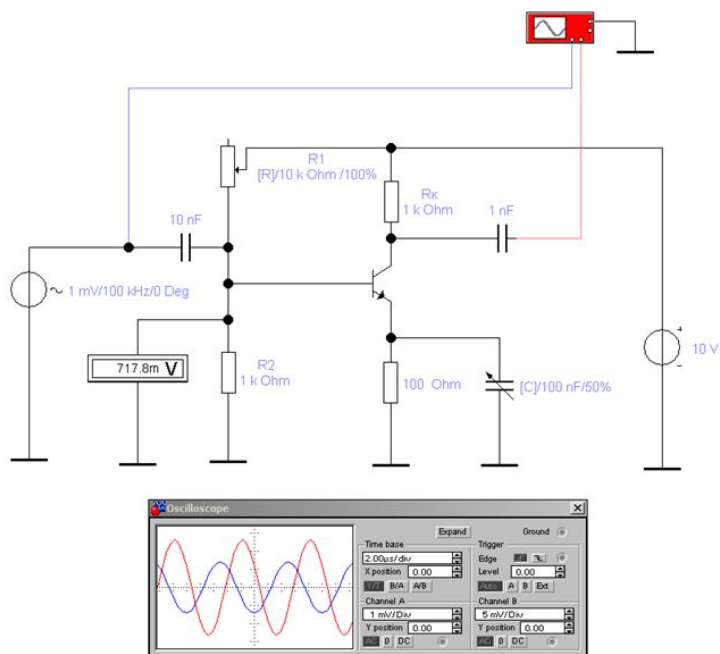

Рис. 1. Схема однокаскадного усилителя
1.1. Соберите схему (рис 1). В качестве исследуемой схемы используем схему транзисторного усилителя, которая представлена на рис. 1.